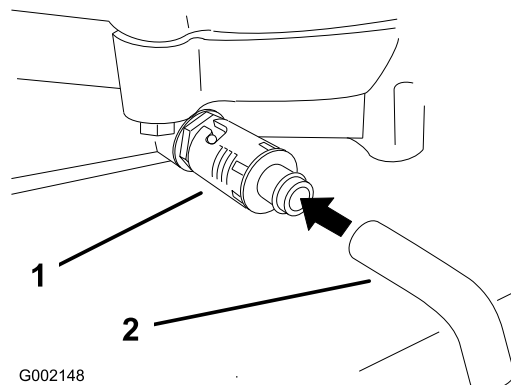

Рисунок 17
4. Поместите поддон под сливное отверстие. Поверните маслосливной клапан, чтобы дать маслу стечь (Рисунок 17).